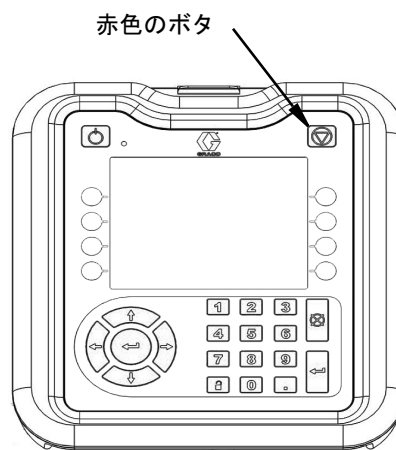

図 19
3. 右上の赤いボタンを押すことにより、ADM を無効にしてください。図 19 を参照してください。